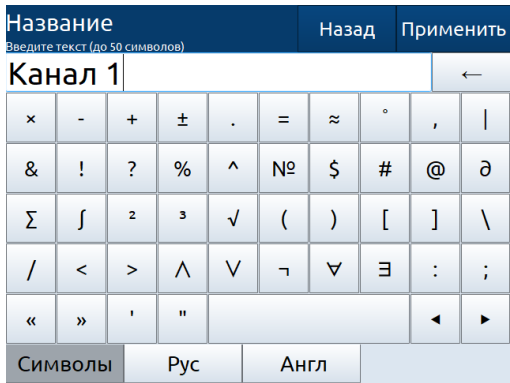

Рисунок 2.18 – Текстовый редактор «Цифры и символы»
- цифры и символы арифметических действий (см. рисунок 2.18);